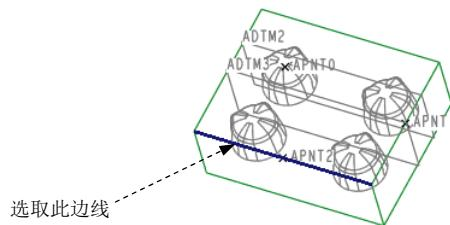

图 28.7 创建基准点 APNT2
Step1. 创建图 28.7 所示的基准点 APNT2。单击 模具 功能选项卡 基准 ▾ 区域中的 按钮；选取图 28.7 所示的坯料边线；在“基准点”对话框中，先选择基准点的定位方式 比率 ，然后在左边的文本框中输入基准点的定位数值（比率系数）0.5；在“基准点”对话框中单击 确定 按钮，完成基准点 APNT2 的创建。